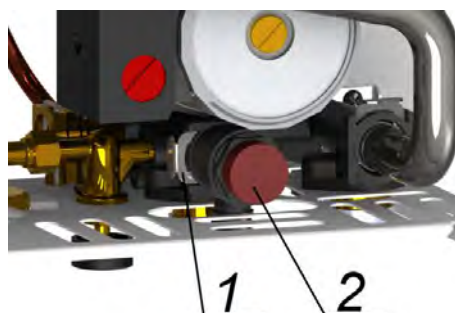

Рис. 22 Демонтаж предохранительного клапана
- 4) извлечь фиксатор 1 (см. Рис. 22) и вытащить предохранительный клапан 2 из насоса;